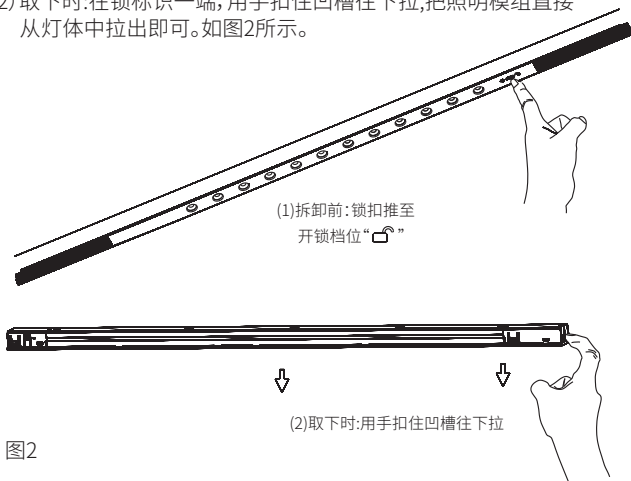

图2
2.将灯体固定到天花板上，并用螺钉固定，确保灯体牢固的安装在天花板上，如图2所示；
- (1) 拆卸前: 先把锁扣推至开锁档位;
- (2) 取下时: 在锁标识一端, 用手扣住凹槽往下拉, 把照明模组直接从灯体中拉出即可。如图2所示。